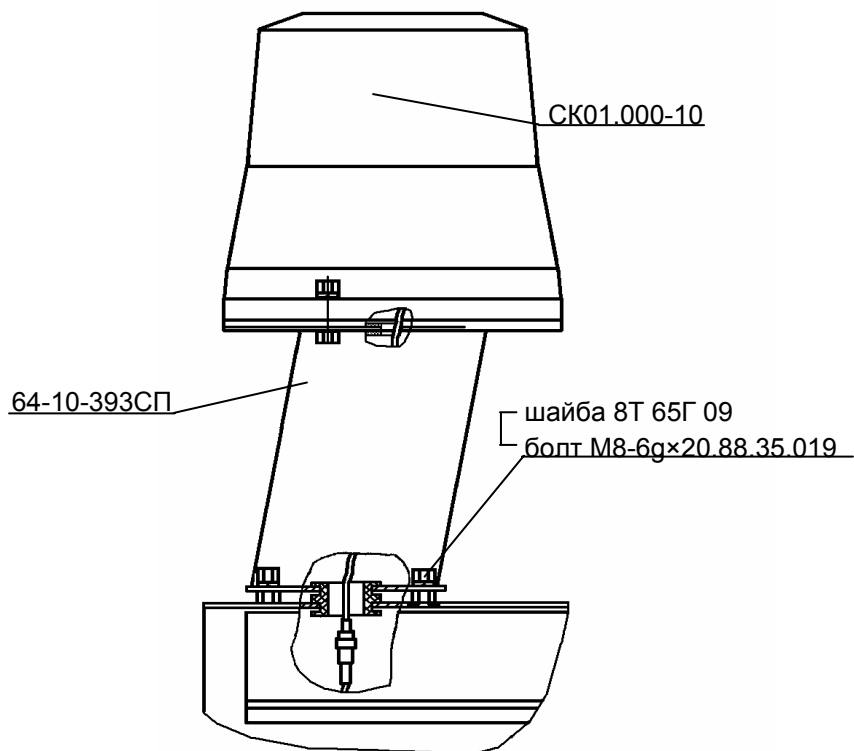

Рис. 8
5.3. С целью повышения безопасности и во исполнение требований Ростехнадзора, тракторы комплектуются проблесковым маяком «Спектр» СКО1.000-10 с деталями крепления маяка на крыше кабины: опорой 64-10-393СП, болтами М8-6g×20.88.35.019 (4 шт.), шайбами 8Т 65Г 09 (4 шт.), рис. 8.